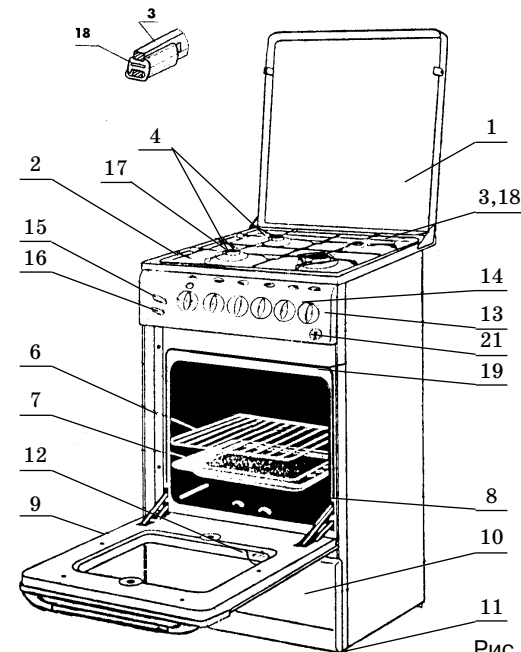

Рис. 1
Рис. 1б
**● замена сопел горелок стола рис. 1а.**
- б) с помощью торцевого ключа S7 замените сопла в соответствии с таблицей 2 «Характеристики горелок и сопел» см. рис. 1а.
5.1 Плита, различных исполнений, указанных в таблице 1, изображена на рис. 1.
5.3 На столе плиты для установки посуды имеется решетка поз.18 рис.1.